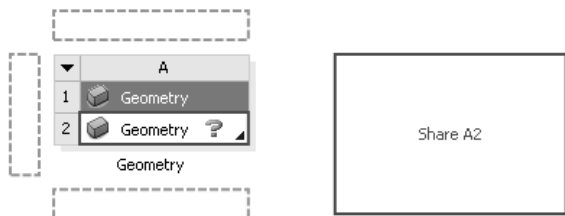
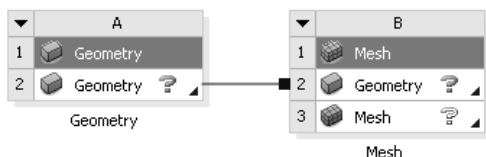

图 1.4.7 放置项目列表
图 1.4.8 创建“Mesh”项目列表
在 Component Systems 区域的 Mesh 选项，将其拖曳到项目视图区，此时在项目视图区中的“Geometry”项目列表周围出现四个绿色矩形虚线框，将光标移动到“Geometry”项目列表中的 Geometry 上，此时右侧虚线框变成红色实线框（图 1.4.7），松开鼠标左键，在“Geometry”项目列表右侧创建一个“Mesh”项目列表，如图 1.4.8 所示。
- ◆ 如图 1.4.8 所示的项目列表，在“Geometry”项目列表和“Mesh”项目列表中的 Geometry 之间的蓝色连线表示这两个项目间共享“Geometry”，即共享几何体。
- ◆ ANSYS Workbench 中的每一个数据都有一个特定的标记，而且在 ANSYS Workbench 很多界面中都会看到。每一个项目列表最上方中间位置用大写字母标记，从 A 开始，之后创建的项目列表以此类推；每个项目列表中的数据用阿拉伯数字标记，从 1 开始，这样就很容易区分项目中的数据，以图 1.4.8 所示的项目列表为例：如“A2”表示的是“Geometry”项目列表中的 Geometry 数据，“B3”表示的是“Mesh”项目列表中的 Mesh 数据，图 1.4.7 中右侧红色实线框中出现“Share A2”表示共享“A2”数据，即共享 Geometry 数据，以此类推。